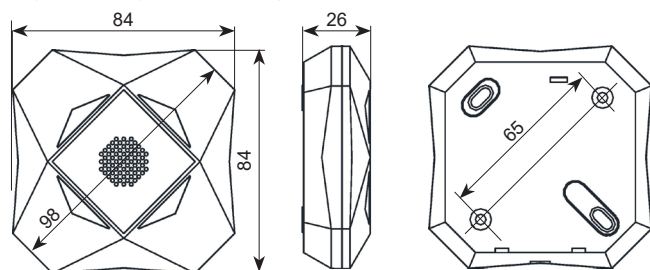

Рисунок 4
Габаритные размеры	см. рисунок 4
8.3 Выбрав место установки оповещателя, произведите разметку для его крепления. Для разметки может быть использовано основание оповещателя (рис.4).